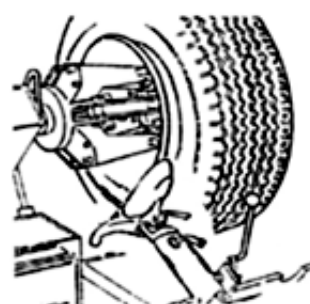

Fig 9
Перед началом работы со станком необходимо убедиться в правильной его установке и функциональности. **Все нижеследующие манипуляции можно проводить только с полностью отключенным держателем инструмента (рис. 9).**
(6) Отведите диск (12) от борта шины, отпустите блокировку (10), переведите консоль в исходное положение, переведите диск (12) к внутреннему борту шины.
(7) Повторите операцию до тех пор, пока шина не будет полностью снята с обода (рис. 9). При переводе инструмента в рабочее положение, будьте внимательны, держите руки как можно дальше, чтобы избежать травм.